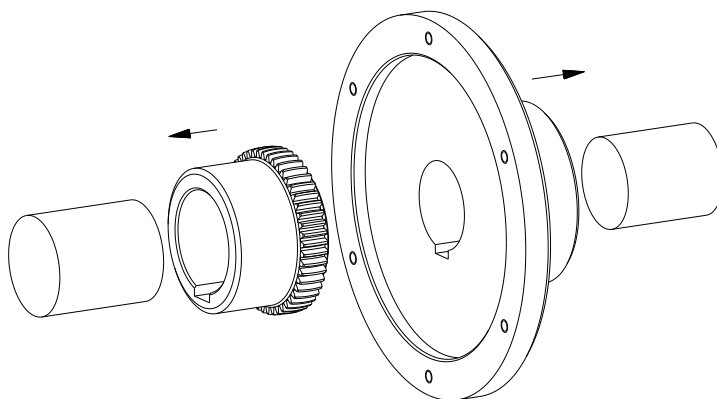

Bild 14: Montage der Nabe und die Flanschnabe bzw. den Kupplungsflansch
- Montieren Sie die Nabe (Bauteil 2) und die Flanschnabe bzw. den Kupplungsflansch (Bauteil 4) auf die Wellen der An- und Abtriebsseite (siehe Bild 14).